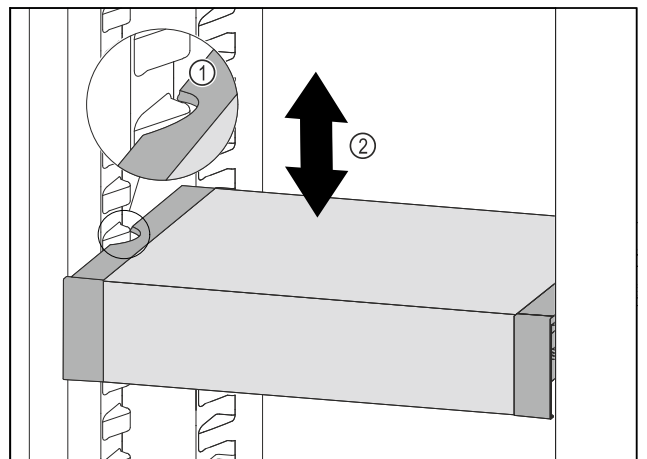

Fig. 118
- ▶ Tire del VarioSafe hacia delante hasta que los huecos laterales del VarioSafe se encuentren a la altura de la nervadura del recipiente en el compartimento del frigorífico. Fig. 118 (1)
- ▶ Mueva el VarioSafe hacia arriba o hacia abajo en el compartimento del frigorífico hasta alcanzar la altura deseada. Fig. 118 (2)